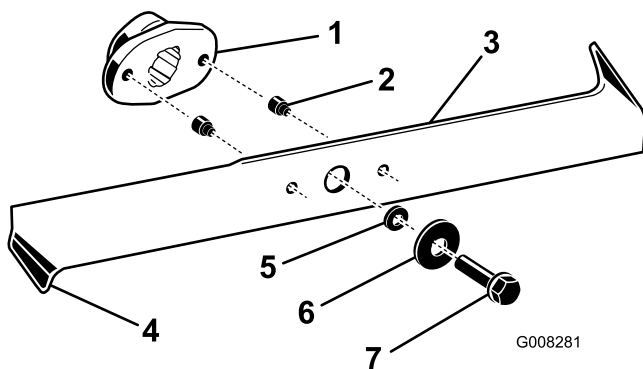

Bild 35
2. Untersuchen Sie die Schnittkanten (Bild 35). Bauen Sie die Schnittmesser aus und schärfen sie, wenn die Kanten nicht scharf sind oder Kerben aufweisen; siehe Schärfen der Messer“.
4. Ersetzen Sie die Scherbolzen sofort, wenn Sie gebrochen sind (Bild 35).
3. Entfernen Sie die Messerschrauben, Scheiben und Messer (Bild 35). Sie können einen Holzklotz zwischen das Schnittmesser und das Mähwerk keilen, um das Schnittmesser beim Entfernen der Schraube zu blockieren.
3. Prüfen Sie die Schnittmesser, insbesondere die gebogenen Kanten (Bild 35). Montieren Sie neue
1. Montieren Sie die Schnittmesser, Scheiben und Messerschrauben (Bild 35).